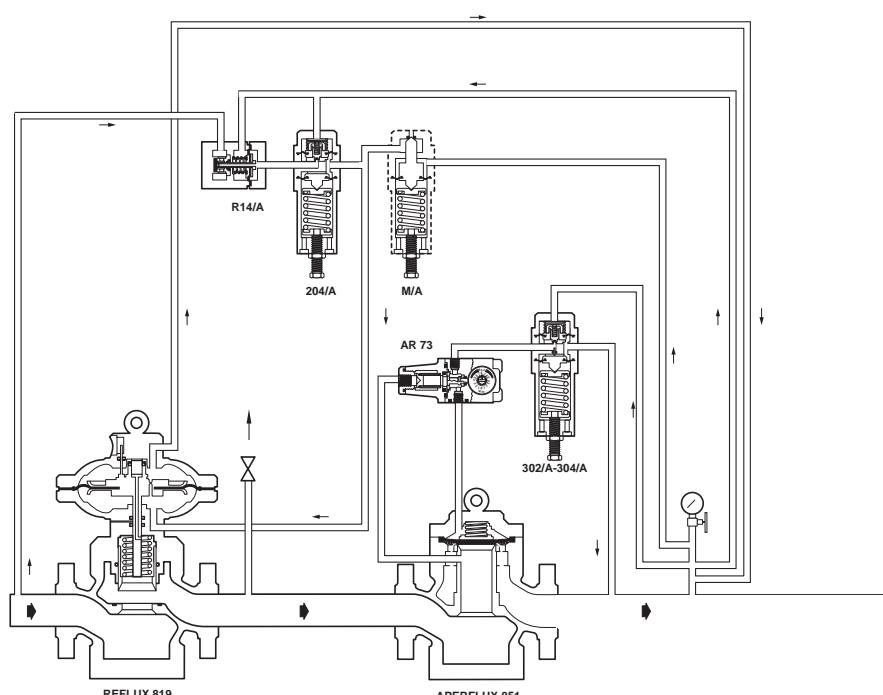

Fig. 17
- regolatore REFLUX 819 (fig. 17);
- REFLUX 819 regulator (fig. 17);*
- REFLUX 819 (Fig. 17),
- un détendeur REFLUX 819 (Fig. 17);
- regulador REFLUX 819 (fig. 17);
- regulador REFLUX 819 (fig. 17)